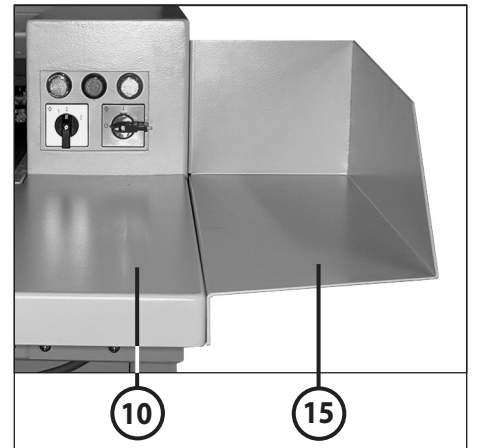
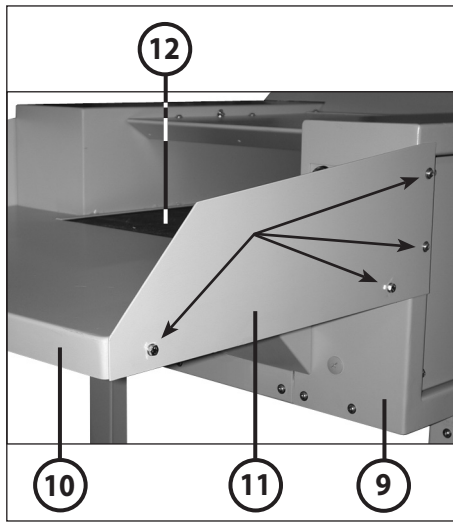
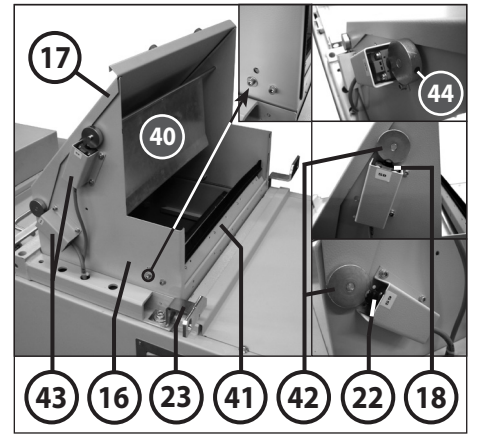

fig. 5
fig. 4
fig. 6
- 11 = Plaque de protection (fig. 4)
- 15 = Équerre de protection (fig. 5) (en option)
- 18 = Interrupteur de fin de course S8 (fig. 6 et 7)
- 22 = Interrupteur de fin de course S9 (fig. 6 et 7)
- 40 = Volet de commande (fig. 6)
- 41 = Bande balai (fig. 6)
- 42 = Came de contacteur (fig. 6 et 24)
- 43 = Cache de contacteur (fig. 6 et 24)
- 44 = Tige filetée (fig. 6)
MONTAGE DE L'ÉQUERRE DE PROTECTION (15) (fig. 4 et 5):
Si nécessaire, le placement de deux équerres de protection (15) (fig. 5) au lieu des deux plaques de protection (11) (fig. 4) permet d'élargir la surface de pose de la table (voir également « ACCESSOIRES SPECIAUX »)
1. Dévisser respectivement les 4 vis et les rondelles sur les parois du boîtier (9) gauche et droite ainsi que sur la table (10) (voir marquage de flèche fig. 4)
2. Retirer les deux plaques de protection (11) et visser les deux équerres de protection (15) sur les parois du boîtier (9) gauche et droite ainsi que sur la table (10) à l'aide des vis et des rondelles dévissées auparavant.
MONTAGE DE L'ENTONNOIR (16) (fig. 6):
1. Détacher la sécurité de transport (lien) située sur le volet d'éjection (25) et faire pivoter le volet vers le bas.
2. Tirer l'entonnoir (16) hors du compartiment de compression, comme indiqué, le placer au-dessus de l'ouverture de remplissage et le fixer à la presse depuis l'intérieur à l'aide des 7 vis à six pans creux M6x12.
3. Tourner la bande balai (41) sur l'entonnoir (16) en position verticale (le balai pointe vers le haut) et